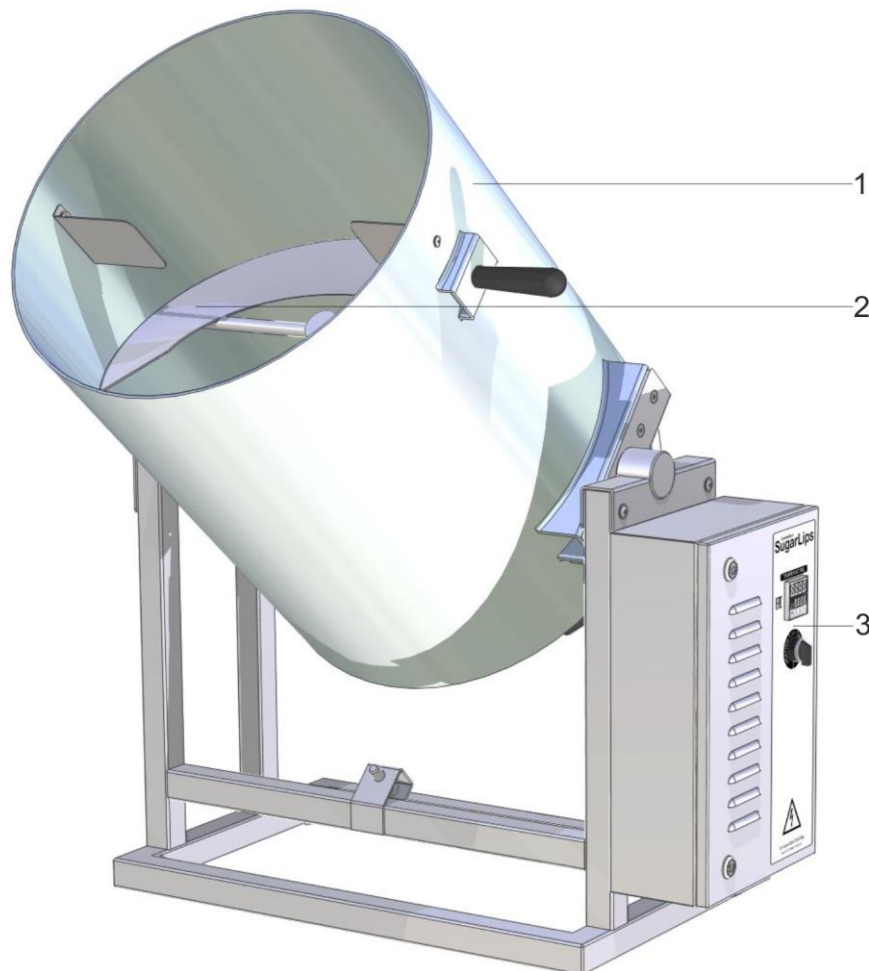

Рис.1 Карамелизатор SugarLips CP-20
Общий вид аппарата SugarLips CP-20 представлен на Рис.1. Карамелизатор состоит из котла (1), в котором происходит приготовление карамельной смеси и её нанесение на попкорн при помощи мешалки (2), находящейся в котле. Управление аппаратом осуществляется посредством панели управления (3).